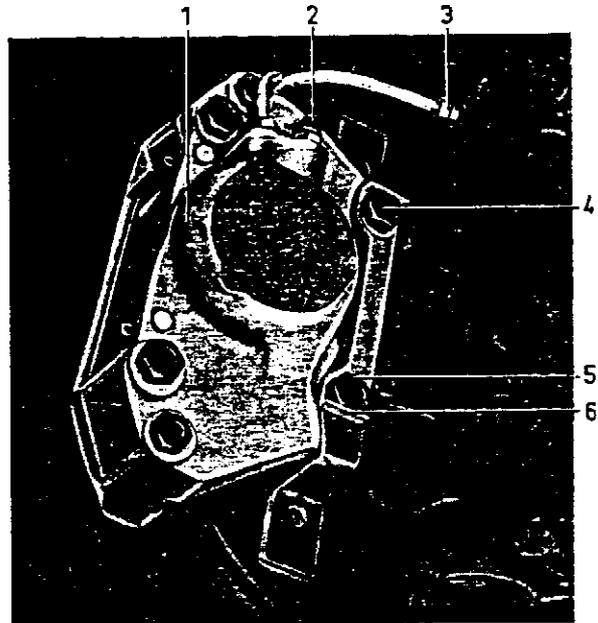

Abb. 23 Vorderradbremse
2. Bremsrohrleitung abschrauben (siehe 3, Abb. 23), und Anschluß zustopfen. Sicherungsblech (6) aufbiegen. Halteschrauben (4 und 5) abschrauben. Bremsattel abheben (1), komplett. (Bezieht sich auf Fahrzeuge mit Scheibenbremsen.)